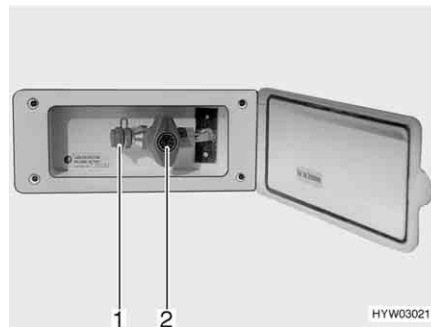

Fig. 164 Raccordement externe de gaz avec robinet d'arrêt de gaz fermé
Le raccordement externe de gaz (Fig. 164) se trouve, selon les modèles, à l'arrière ou sur le côté gauche ou droit du véhicule.
- Raccorder l'appareil à gaz externe sur le raccord (Fig. 164,1).
- Ouvrir le robinet d'arrêt de gaz (Fig. 164,2).